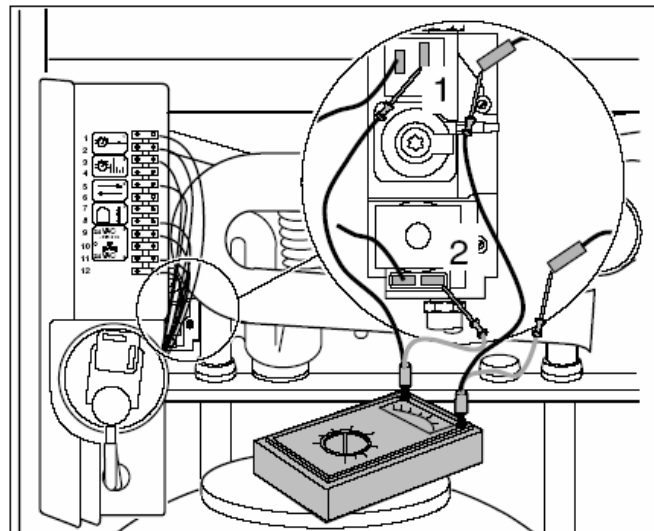

Рис. 39 Проверка системы включения блока газовой горелки (для примера показан блок HONEYWELL)
- Разъедините разъем кабеля и подключите в этой точке токоизмерительный прибор с диапазоном измерения до 1000 мА AC (рис. 39, поз. 1).
- Проведите ту же самую измерительную процедуру на клапане поджига (рис. 39, поз. 2).